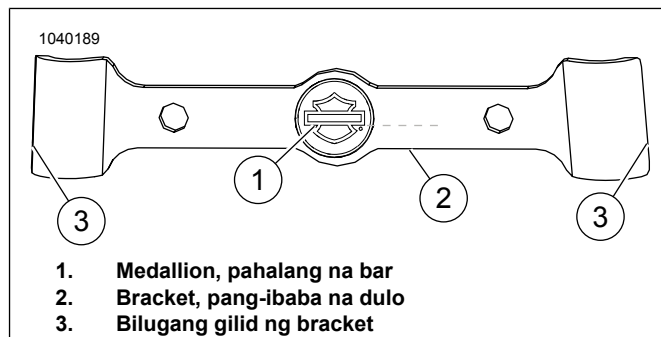

Figure 3. Pagkakahanyang ng Medallion
- *Figure 3 Hindi simetriko ang mga gilid ng bracket (3). Ang lapad sa itaas ay mas makipot kaysa sa lapad na nasa ibaba.*
- *Figure 3 Ihanay ang medallion na pahalang na bar (1) sa pang-ibaba na dulo (2) ng bracket. Dapat maging parallel ang dalawang ito.*
3. Figure 3 Tanggalin ang backing ng pandikit mula sa kaliwa at kanang bahagi ng bracket (3).